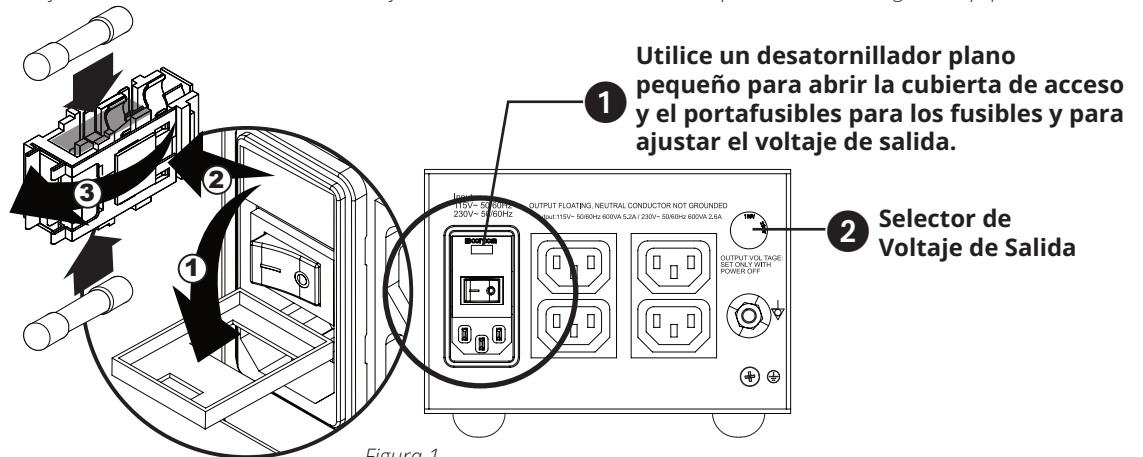

Figura 1
La selección de voltaje de entrada se hace mediante el portafusible de entrada (Figura 1). El voltaje seleccionado se mostrará sobre el switch de alimentación ①. También tendrá que introducir el valor correcto del fusible dependiendo del modelo de transformador y el voltaje de entrada. Para el valor correcto del fusible, consulte la tabla en la sección 3.1.5. La selección del voltaje de salida se realiza con el selector ②.